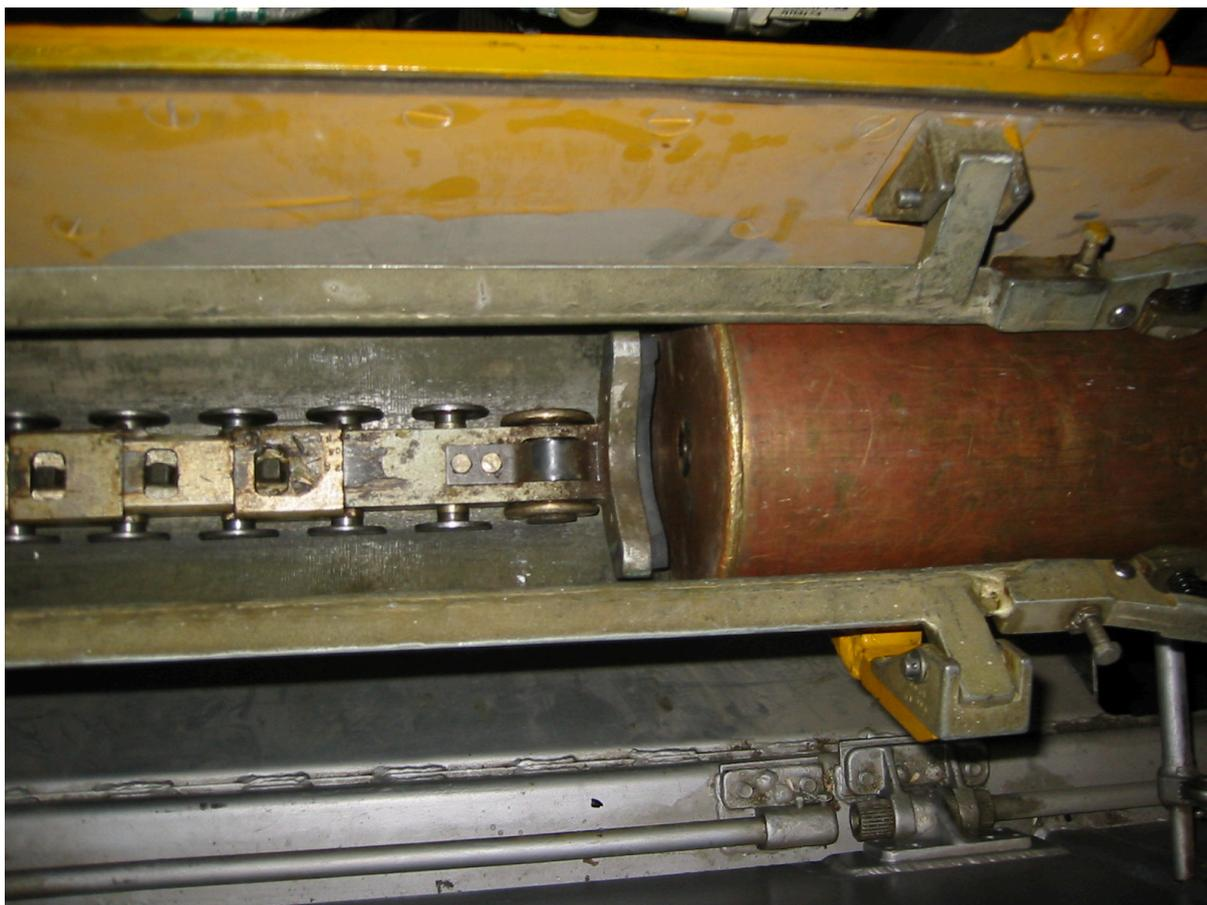

Рис.8. Каретка с цепью
8. при реверсе цепи досылателя после досылки защелка входит в зацепление с последним звеном цепи, которая упирается в шток, возвращает каретку в исходное положение и прижимает ее к задней стенке ограждения (рис.8);